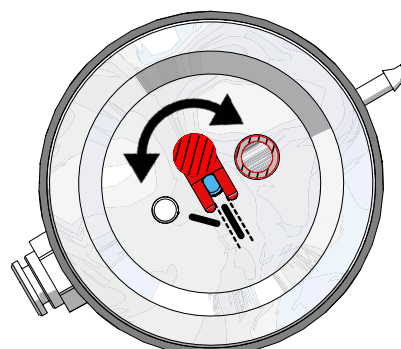

図 13
- ⇒ 25 ~ 70 μm のブラストタンクと一致するように、流入ノズルを調節しなければなりません（図13）！